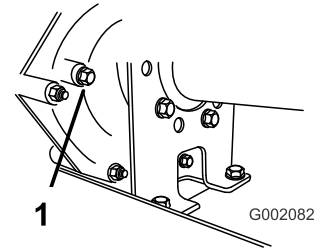

Figure 43
- Enlevez le boulon de l'orifice indicateur de niveau (Figure 43).